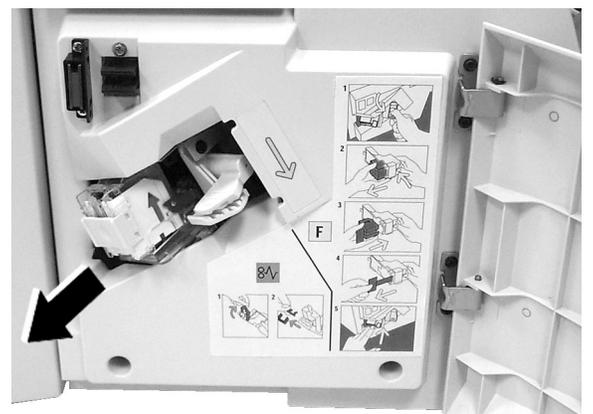

Abbildung 4: Heftklammermagazin entfernen
- 3 Das Heftklammermagazin leicht anheben und aus der Halterung entfernen (Abbildung 4).